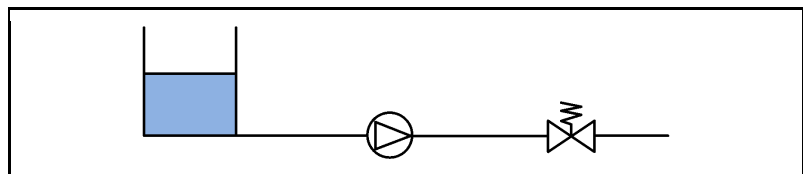

Fig. 22: Fluides volatils
Pour un dosage précis de liquides avec une faible pression de vapeur, par exemple des solvants, monter le système conformément à Fig. 22
1. Monter le système conformément à Fig. 22